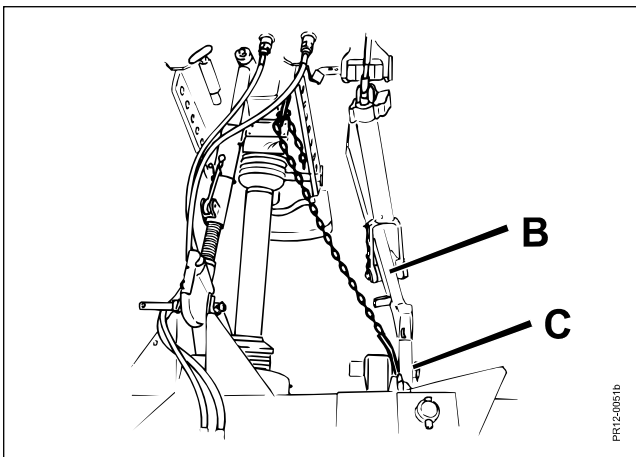

Fig. 2-12
- Fig. 2-12 3) Kobl traktorens liftarme **B** til maskinens koblingspunkter **C**.